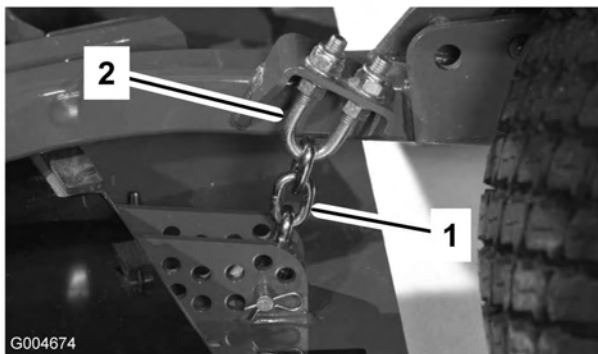

Figura 86
1. Afloje las contratuercas de la parte superior o inferior del perno en U de la cadena de altura de corte (Figura 86).